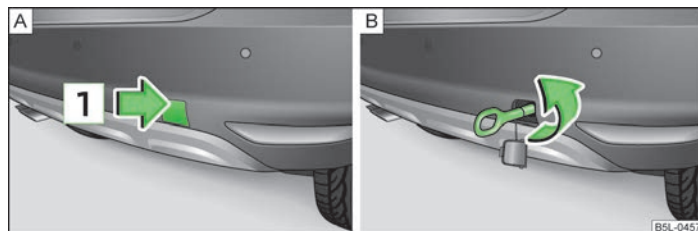

Fig. 164 Paragolpes trasero: Desmontaje de la caperuza protectora/montaje de la argolla de remolque
- Presionar la mitad superior de la cubierta en la dirección de la flecha **1** » fig. 164.
- Sacar la caperuza protectora del paragolpes trasero. » fig. 164 - **A**.
- Atornillar la argolla de remolque hacia la izquierda hasta el tope » fig. 164 - **B**, y tirar de ella lo más firmemente posible.